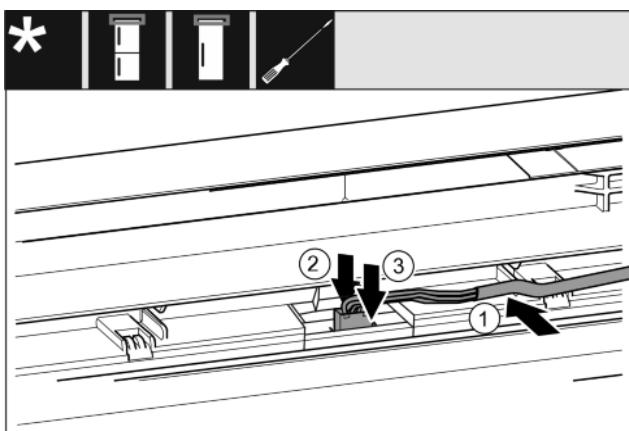

Fig. 35
- Graues Kabel in die Führung in der oberen Tür einlegen. Fig. 35 (1)
- Rastnase nach hinten drücken Fig. 35 (2)
- Stecker einrasten. Fig. 35 (3)